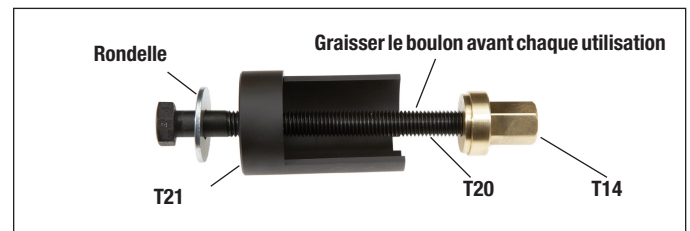

Figure 75 – Outil de dépose de la colonnette guide courte
5.6.16 Déposer la douille (6) avec l'outil montré dans les Figures 75 et 76 (agencement T14, T20, T21 et une rondelle). Visser l'écrou (T14) à la main sur l'ensemble, puis serrer le boulon (T20) avec une clé à œil pour extraire la douille. Jeter la douille, puis passer un coup de chiffon d'atelier dans le trou.